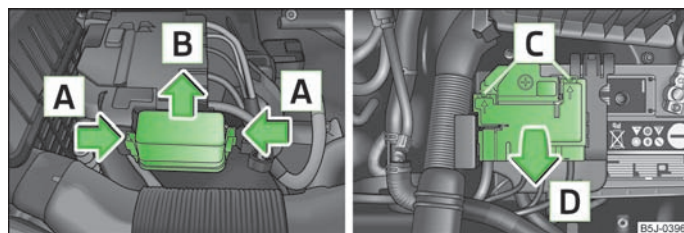

Abb. 144 Fahrzeugbatterie: Abdeckung des Sicherungskastens
- › Die Sicherungsbügel der Abdeckung des Sicherungskastens gleichzeitig in Pfeilrichtung **A** » Abb. 144 zusammendrücken und die Abdeckung in Pfeilrichtung **B** herauschieben.